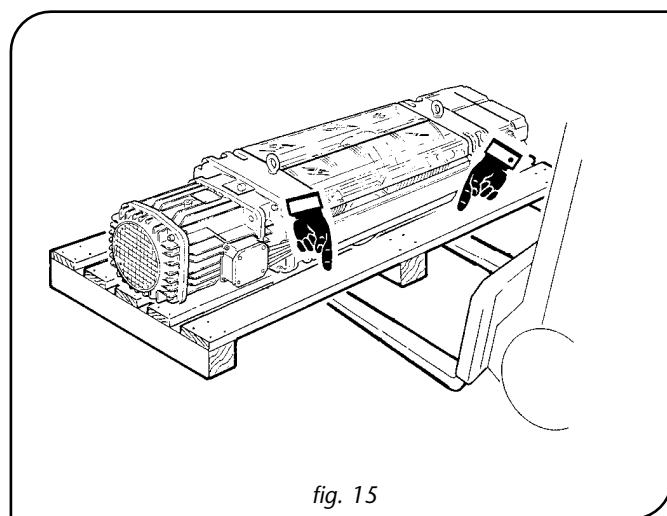

fig. 15
2. Se il paranco è appoggiato su bancale (pallet) la movimentazione dello stesso dovrà avvenire, tramite carrello elevatore o transpallett scelti in relazione al peso da movimentare, inserendo le forche del carrello o del transpallett nelle sedi previste allo scopo (fig. 15).
2. Se il gruppo carrello/paranco è appoggiato su bancale (pallet) la movimentazione dello stesso dovrà avvenire, tramite carrello elevatore o transpallet scelti in relazione al peso della massa indicata sul collo da movimentare, inserendo le forche del carrello o del transpallet nelle sedi previste allo scopo, come descritto ed illustrato al punto (A - 2) - (fig. 15).